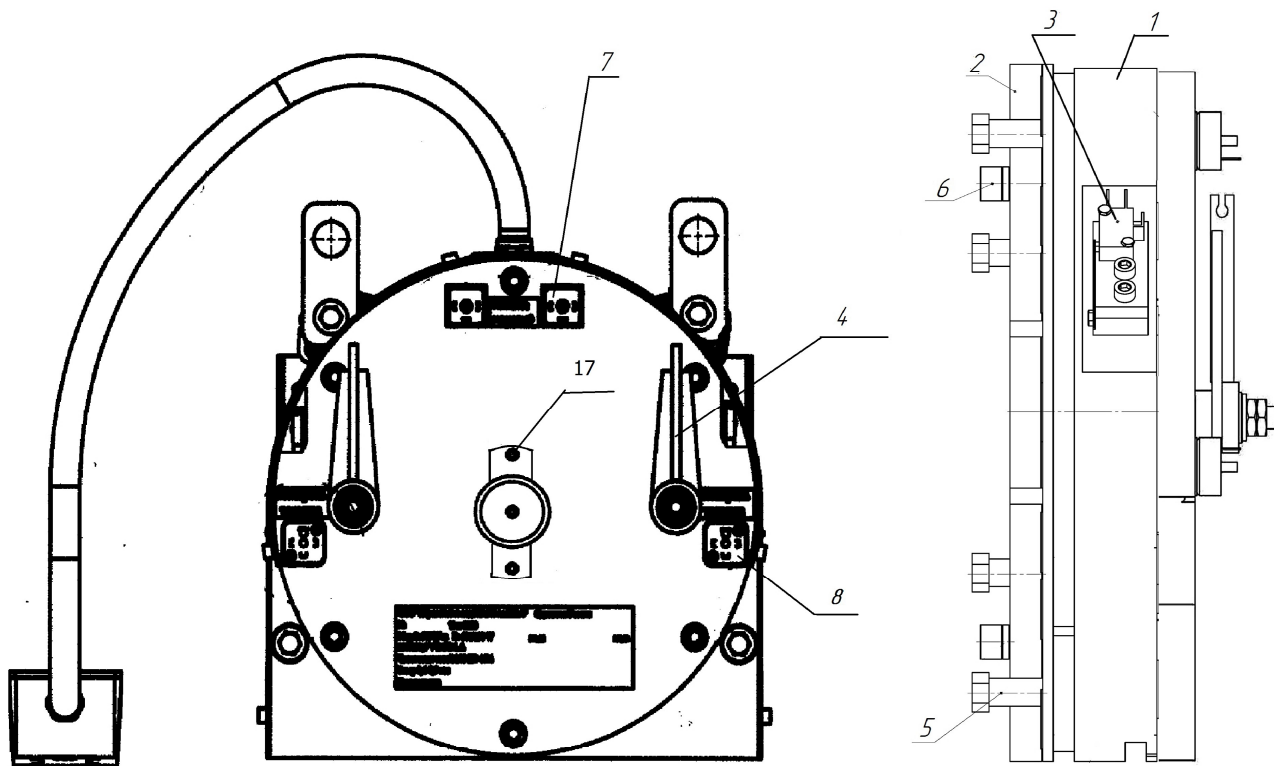

Рис.4. Тормоз
Тормоз состоит из корпуса тормоза (1) см. рис. 4, двух полудисков тормоза (2), двух рычагов растормаживания (4), системы контроля срабатывания магнита (3) см. Рис5.
- Шаг 4. Открутите два винта крепления крышки для энкодера см. Рис. 4 поз. 11 и снимите энкодер вместе с крышкой для энкодера.